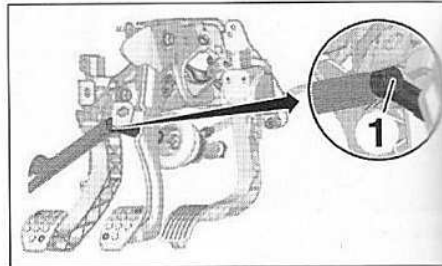

FIG.15
- Appuyer sur l'agrafe de verrouillage (1) (Fig.15).